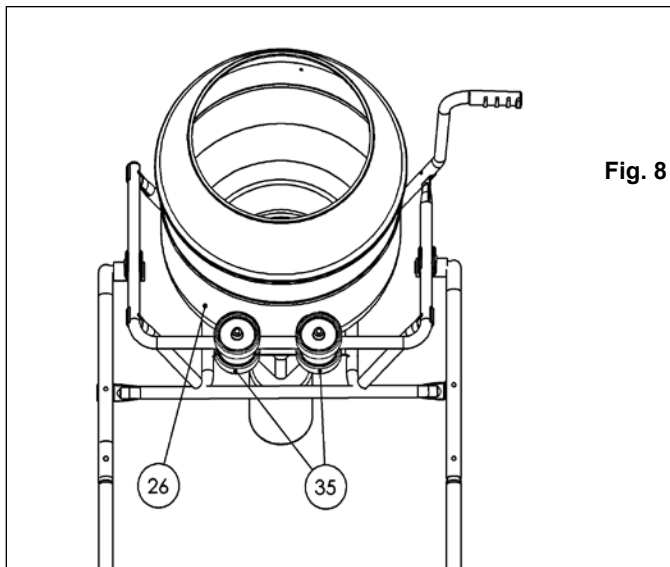

Fig. 8
- 3c) Référez vous aux Figures 1, 7 et 8. En vous tenant devant le mélangeur, (Figure 8), vérifiez la position relative du tambour (26) par rapport aux roues (35). En poussant sur la plaque de montage du moteur, centrez le tambour entre les roues (Figure 7). Une fois centré, serrez les écrous sous la plaque de montage (Figure 1), puis serrez tous les autres boulons non serrés. Un interstice peut être présent entre l'ensemble du tambour (26) et les roues (35). Ceci est normal lorsque le mélangeur est vide.